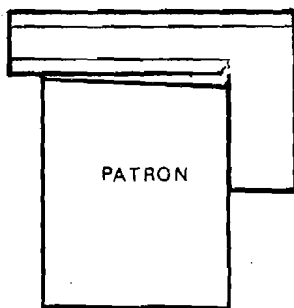

Fig. 4-8
3.1. Desbaste.—Comprobar la escuadría de un extremo de la pieza con el lado limado y donde toque desbastarlo, comprobando con frecuencia su escuadría y comparándola con el patrón correspondiente (fig. 4.8 y 4.9).